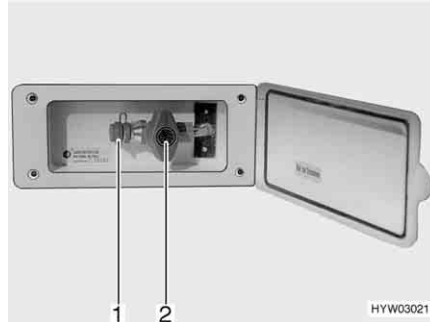

Bild 145 Extern gasanslutning, gasavstängningsventilen stängd
Den externa gasanslutningen (Bild 145) befinner sig, beroende på modell, på fordonets bakdel eller på fordonets vänstra resp. högra sida.
- Anslut den externa gasapparaten till anslutningar (Bild 145,1).
- Öppna gasavstängningsventilen (Bild 145,2).